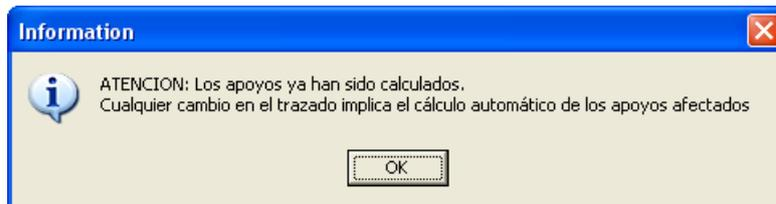

Figura 11.21.
- Figura 11.21: no necesita comentario.